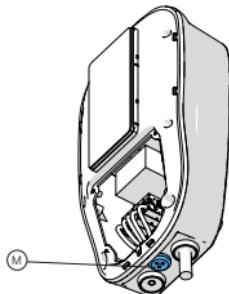

Abb. 3b
- Für **Dazebox Home und Share T / S / TK / SK**, dargestellt in Abbildung 3b, 3c, 3d, 3e, 3f, 3g, 3h, 3i, 4b, 4c, 4d, 4e, 4f, 4g, 4h, 4i, führt das geschirmte Netzwerkkabel durch ein Loch in der Kabdeldurchführungsmembran (M).